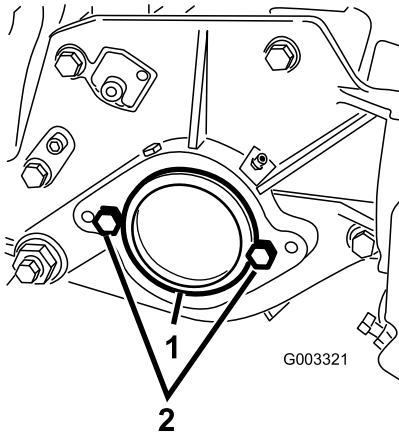

Figure 7
3. A l'extrémité droite du plateau de coupe, retirez l'obturateur en plastique du logement de roulements (Figure 7).
4. Enlevez les 2 boulons de la plaque latérale droite (Figure 7).
1. Obturateur en plastique 2. Boulons (2)
6. Placez les 2 boulons de fixation du moteur de cylindre sur la plaque latérale gauche du plateau de coupe sans les serrer (Figure 7).